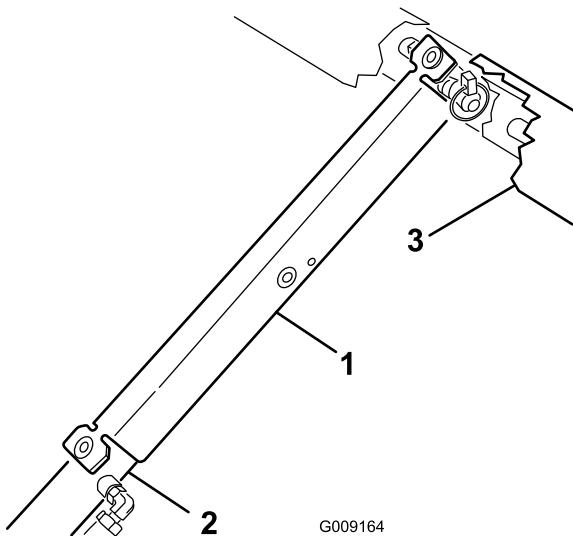

Bild 22
3. Schieben Sie die Ladepritschenstütze auf die Zylinderstange. Achten Sie darauf, dass die Endhasen der Stütze auf dem Ende der Zylindertrommel und auf dem Ende der Zylinderstange aufliegen (Bild 22).